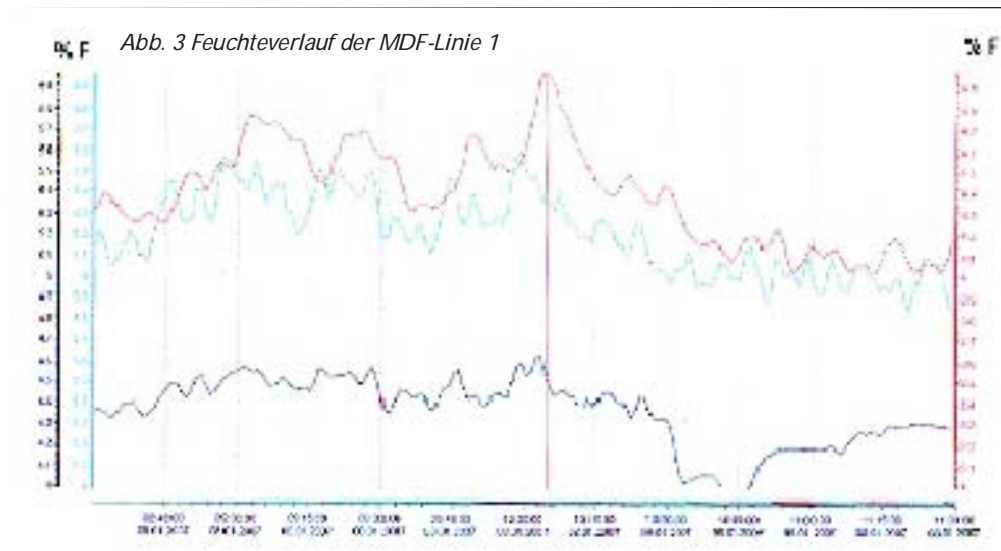

Abb. 3 Feuchteverlauf der MDF-Linie 1
- Abb. 3 zeigt den Zusammenhang zwischen der Formstraßenfeuchte (rote Trendlinie) und den Messwerten des Döscher-&-Döscher-Messsystems (blaue Trendlinie). Deutlich ist hier die Verweilzeit der Faser zwischen Zellenradschleuse, Fasersichter, Dosierbunker bis hin zur Formstraßenfeuchte zu erkennen.